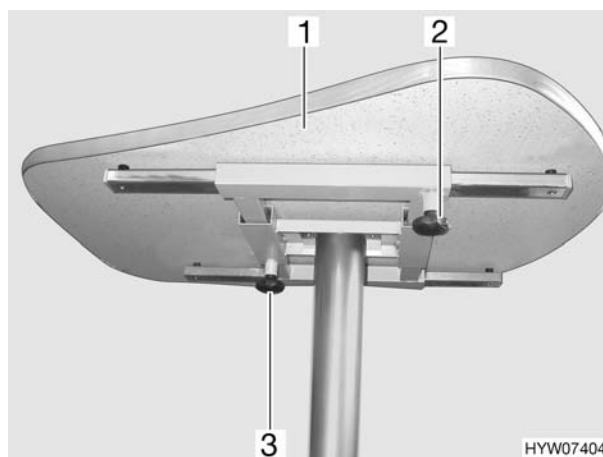

Fig. 75 Tavolo fisso con piede del tavolo ancorato
- Svitare la vite a testa cilindrica zigrinata (Fig. 75,2).
- Spingere il piano del tavolo (Fig. 75,1) nella posizione desiderata.
- Svitare la vite a testa cilindrica zigrinata (Fig. 75,3).